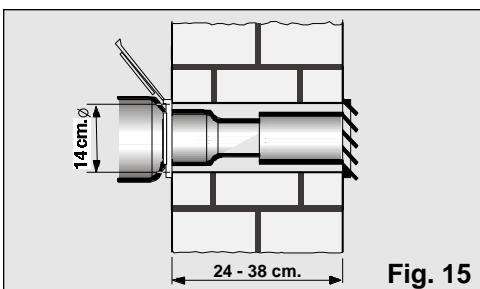

Fig. 15
- Para expulsar o ar quente através da parede é preciso efectuar um buraco de 14 cm de diâmetro na mesma para colocar o isolador de passagem, **Fig. 15**.